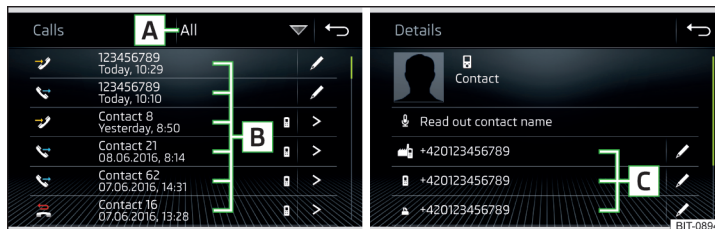

Fig. 207 Liste d'appels / Détails du contact
- Dans le menu principal *Téléphone*, appuyez sur la touche de fonction , la liste des appels s'affiche » fig. 207.
- > Affichage des détails du contact » fig. 207